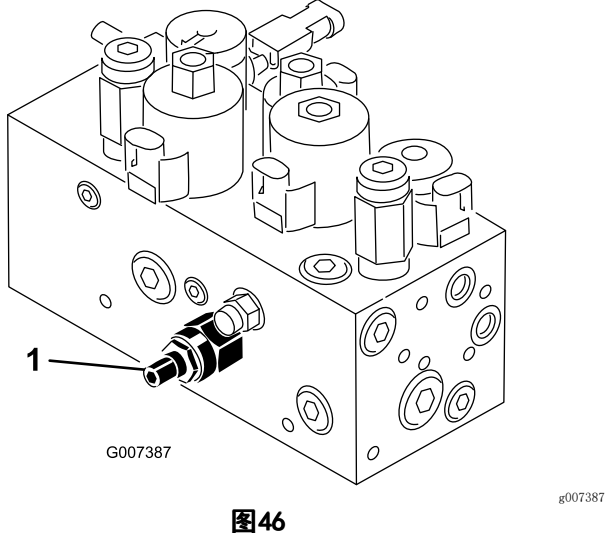

图46
滚刀组提升/降下线路配备有流量控制阀（图46）。此阀门在工厂的预设为旋转约 3 圈可以打开，但因液压流体温度和剪草速度等的不同，可能需要进行调节。
1. 提起座椅，找到用于中央牵引架的流量控制阀（图46），其位于液压阀箱一侧。